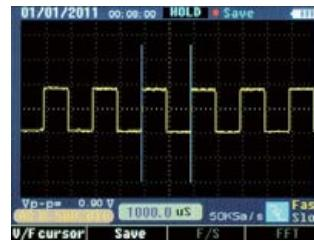

Figura2-11-2
- Cursor de tiempo: El tiempo del cursor se muestra como una línea vertical en la pantalla, la cual puede medir parámetros verticales, los resultados aparecen abajo de la pantalla, ver Figura2-11-2.